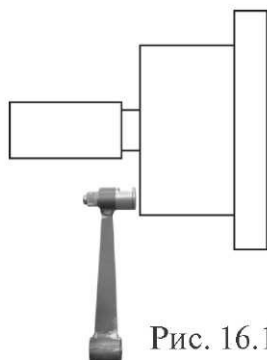

Рис. 16.1
16.2. Калибровка устройства измерения дистанции. Для оценки погрешности устройства ввода дистанции выдвиньте штангу ввода параметров и уприте ее палец в задний торец фланца вала, как показано на рис.16.1. При этом на индикаторах 1 отображается величина введенной дистанции, а на индикаторах 4 величина диаметра